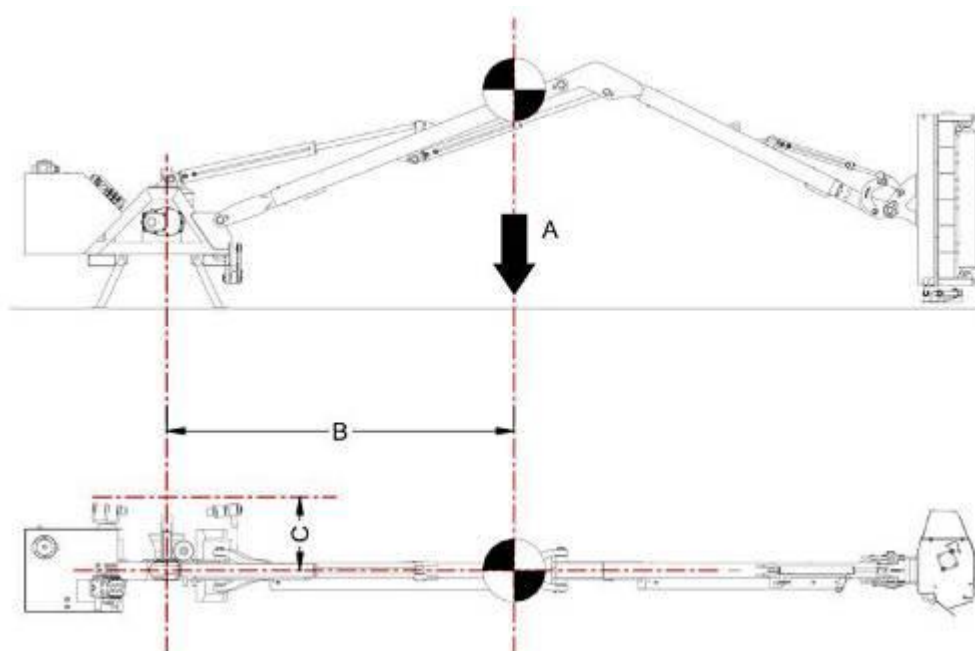

РИС. 4.3
- Перед присоединением мульчера к трактору убедитесь, что опрокидывающий момент стрелы соответствует допустимым значениям трактора. РИС. 4.3 показывает, как вес и расположение центра тяжести мульчера с полностью вытянутой стрелой соотносится с центральной осью трактора. Данные проведены в ТАБ. 4. the weight